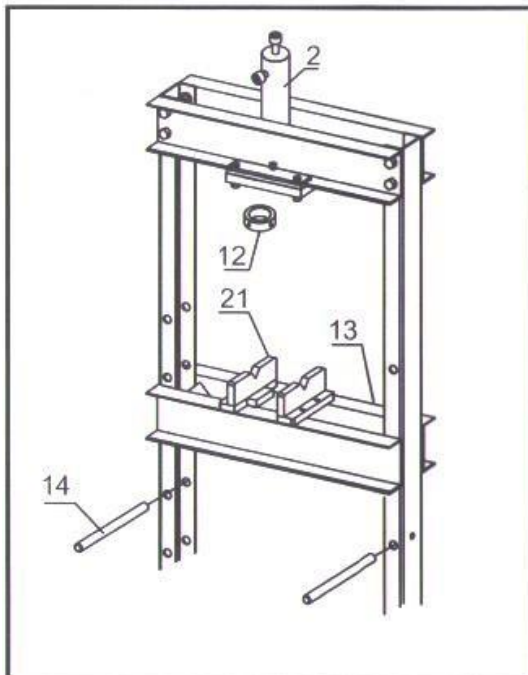

Рис. 5
Воспользуйтесь схемой станда (рис. 5), списком деталей и схемой сборки, приведенной в данной инструкции, разложите все детали по порядку и установите их предназначение перед сборкой.
- Закрепите силовой цилиндр (2), закрутив большую гайку (12). Сдвиньте опорные штифты (14) в отверстия в стойках. Вложите стол пресса (13) таким образом, чтобы направляющие стола вошли в стойки рамы, затем опустите стол вдоль стоек рамы на опорные штифты. Установите призмы (21) на стол пресса. См. рис. 5.